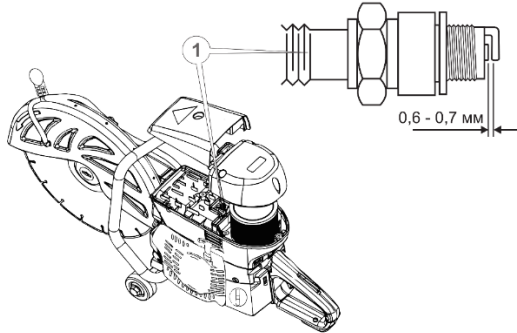

Рисунок 16. Обслуговування свічки запалювання.
4. Використовуючи спеціальний щуп, виміряти зазор між електродами свічки (якщо необхідно, виставте зазор 0,6–0,7 мм, обережно підгинаючи бічний електрод) (див. рис. 16).